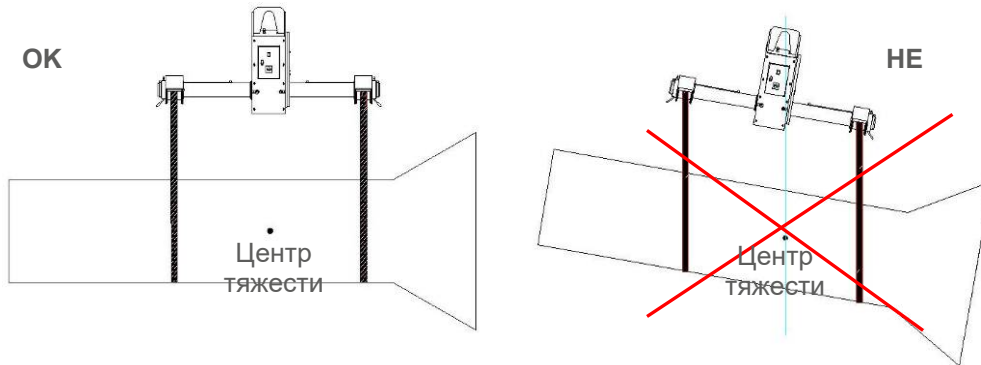

Рис. 1
- Установите положение строп в соответствии с длиной поднимаемого груза (см. Рис. 1).